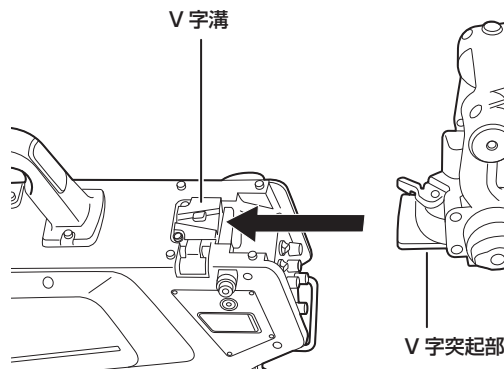

図 2
- 3 カメラ側の V 字溝に、本機の V 字突起部を合わせてスライドし、ロックがかかるまで押し込む。(図 2)